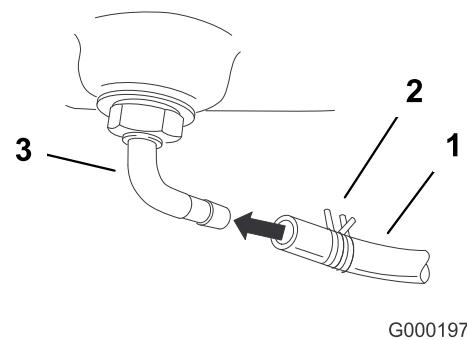

**Figura 4**
1. Alinee el depósito de combustible con la parte superior del bastidor trasero (Figura 4).
2. Sujete el lado derecho del depósito de combustible al bastidor trasero con 2 pernos (5/16 x 7/8 pulgada), arandelas de freno (5/16 pulgada) y arandelas (5/16 pulgada) (Figura 4).
pulgada), muelles y contratuerca (5/16 pulgada) (Figura 4).